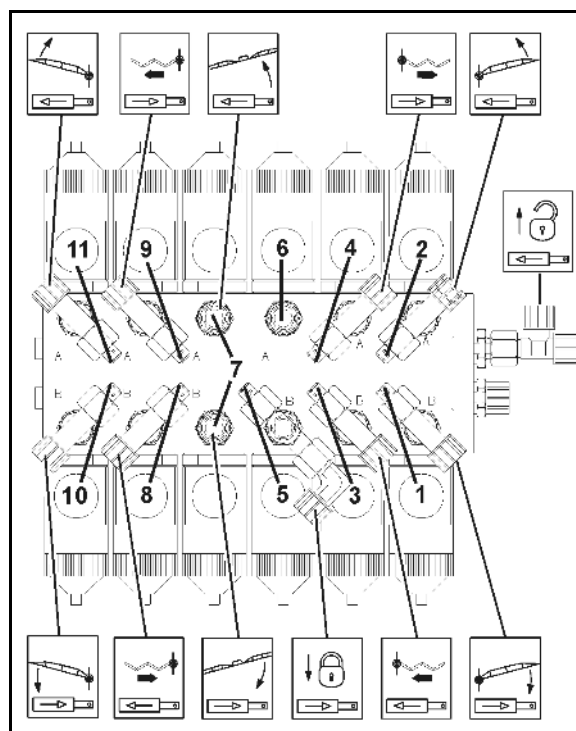

Fig. 198
1. Deșurubați capota (Fig. 198/1) de la acoperișul cabinei.